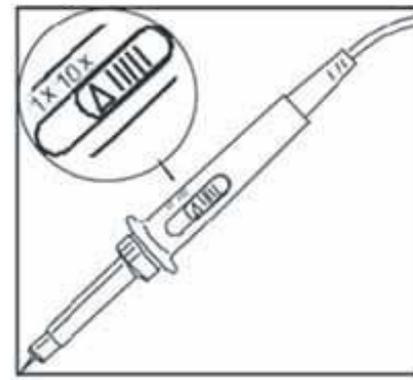

Figure 1-5 Réglage du commutateur d'atténuation
① Connectez la sonde de l'oscilloscope à mémoire numérique à l'entrée CH1, et réglez le commutateur d'atténuation de la sonde sur 10X (figure 1-5).